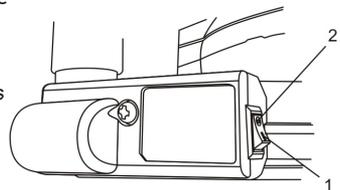

Figure 9
Pour allumer le laser, appuyer sur le côté gauche de l'interrupteur laser (1) (figure 9). Pour l'éteindre, appuyer sur le côté droit de l'interrupteur laser.